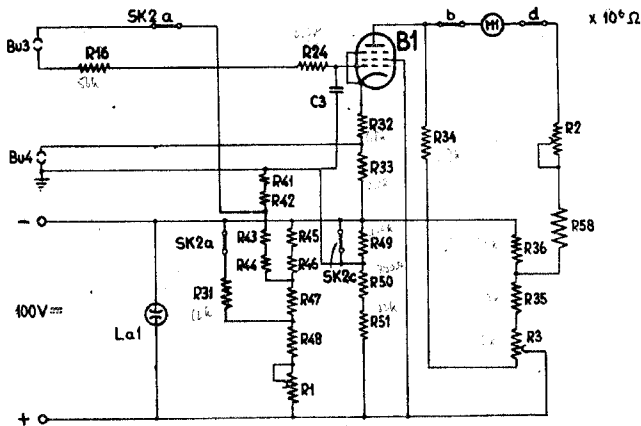

Fig. 7
e. Weerstandsgebied $\times 1 \text{ M}\Omega$ (fig.7)